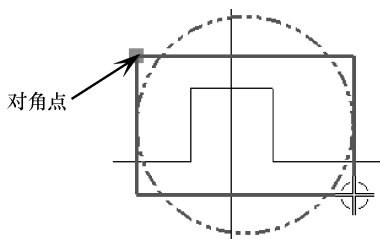

图 10-17 对角点矩形
- 按拐角绘制矩形：按对角点的方法创建矩形边界，如图 10-17 所示。